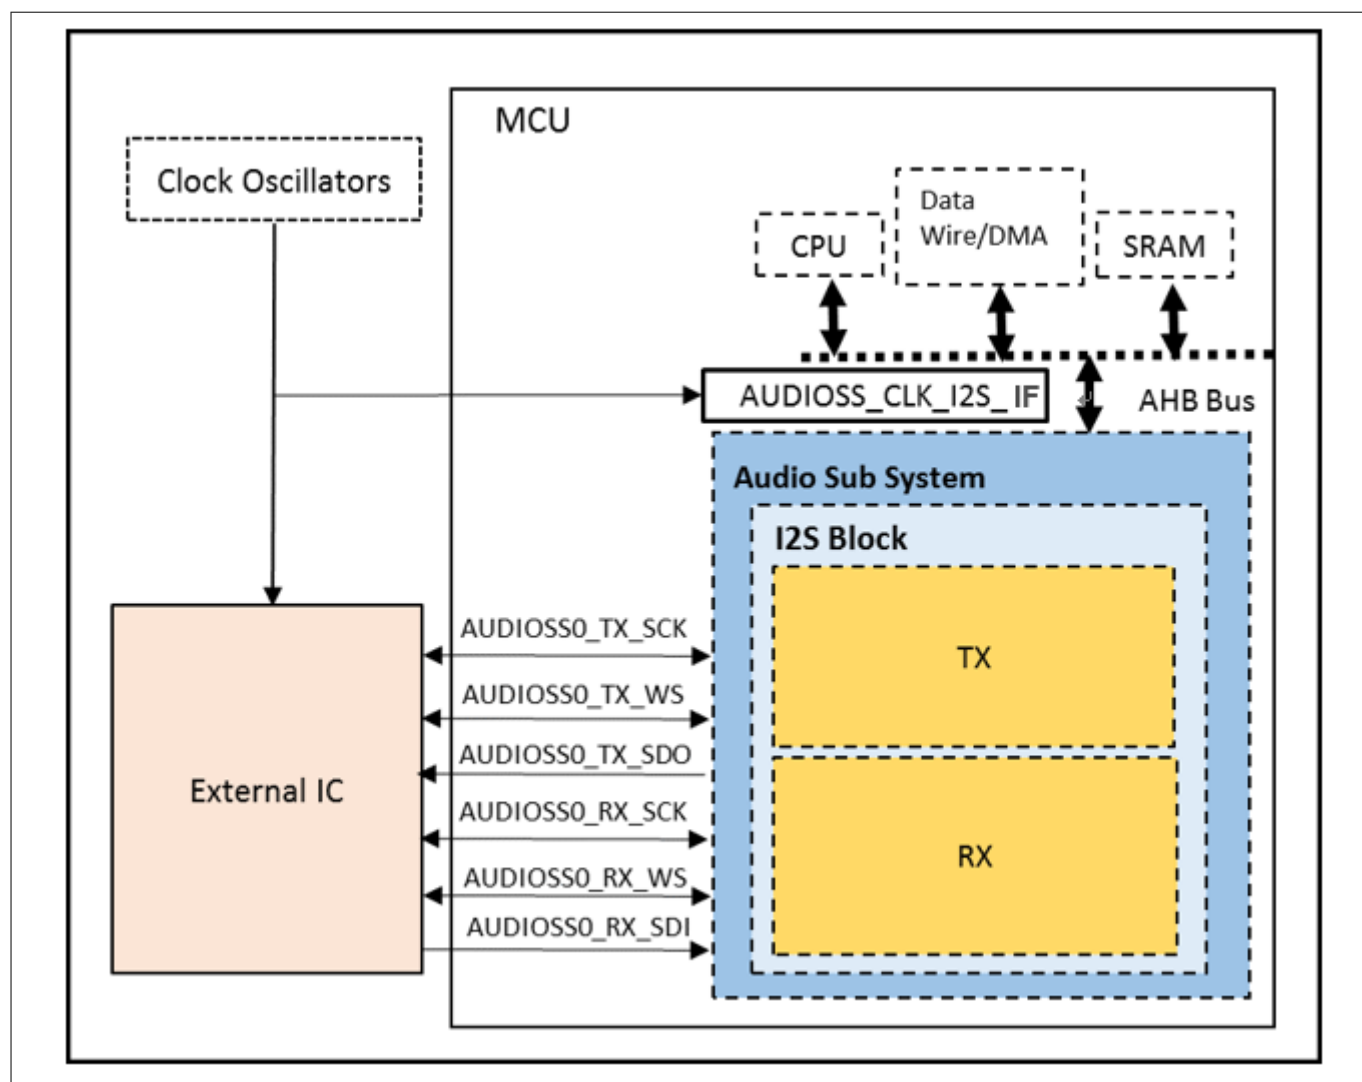
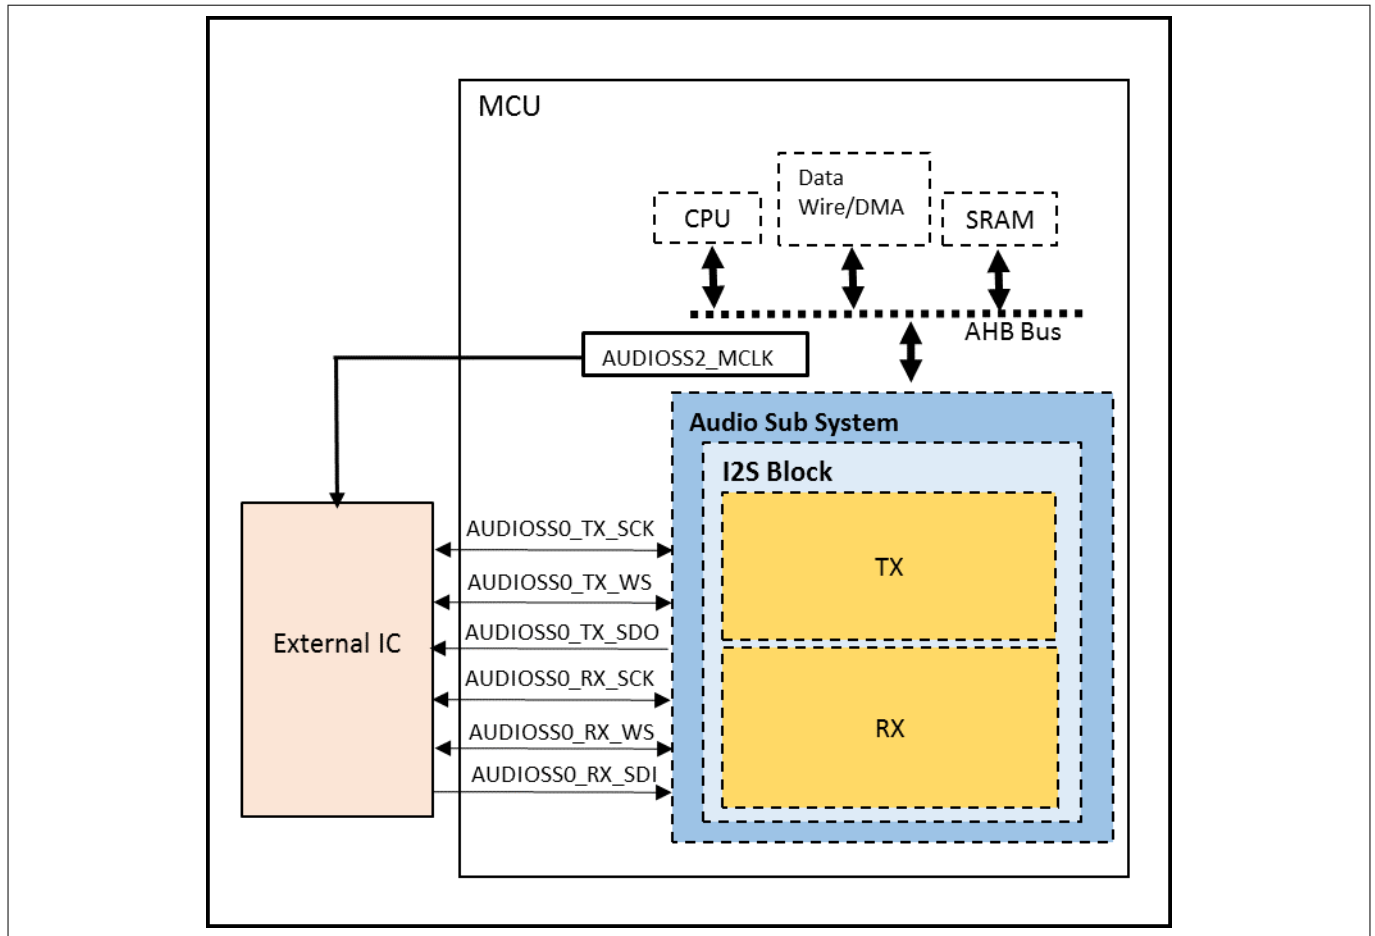

図 2 I2S ブロックダイアグラム:外部クロック
図 3 I2S ブロックダイヤグラム:MCLK 出力
図 1, 図 2, および 図 3 に TRAVEO™ T2G MCU (以後では T2G と呼びます) の I2S のブロックダイヤグラムを示します。これは、2 つのサブブロック I2S トランスミッタ (TX) と I2S レシーバ (RX) で構成されています。デジタルオーディオインタフェースとマスタ/スレーブの設定は TX ブロックと RX ブロックに対し個別にできます。マスタモードでは、ワードセレクト (WS) とシリアルデータクロック (SCK) は T2G の I2S ブロックによって生成します。スレーブモードでは、WS 信号および SCK 信号は T2G の I2S ブロックへの入力信号で外部マスタデバイスによって生成されます。
図 1 は I2S 内部クロックの基本的な使用例を説明しています。この場合、外部デバイスはクロックとして Audio_I2S_MCLK を使用します。T2G の I2S ブロックはクロックとして HF_CLK[5] を使用します。外部デバイスと T2G I2S ブロックは異なるクロックを使用しているため同期していません。よって、FIFO がアンダフローまたはオーバーフローする可能性があります。図 2 はそれぞれ外部クロックの接続の使用例を示します。この使用例では、クロックは同期しています。したがって、非同期によるアンダフローまたはオーバーフローはありません。